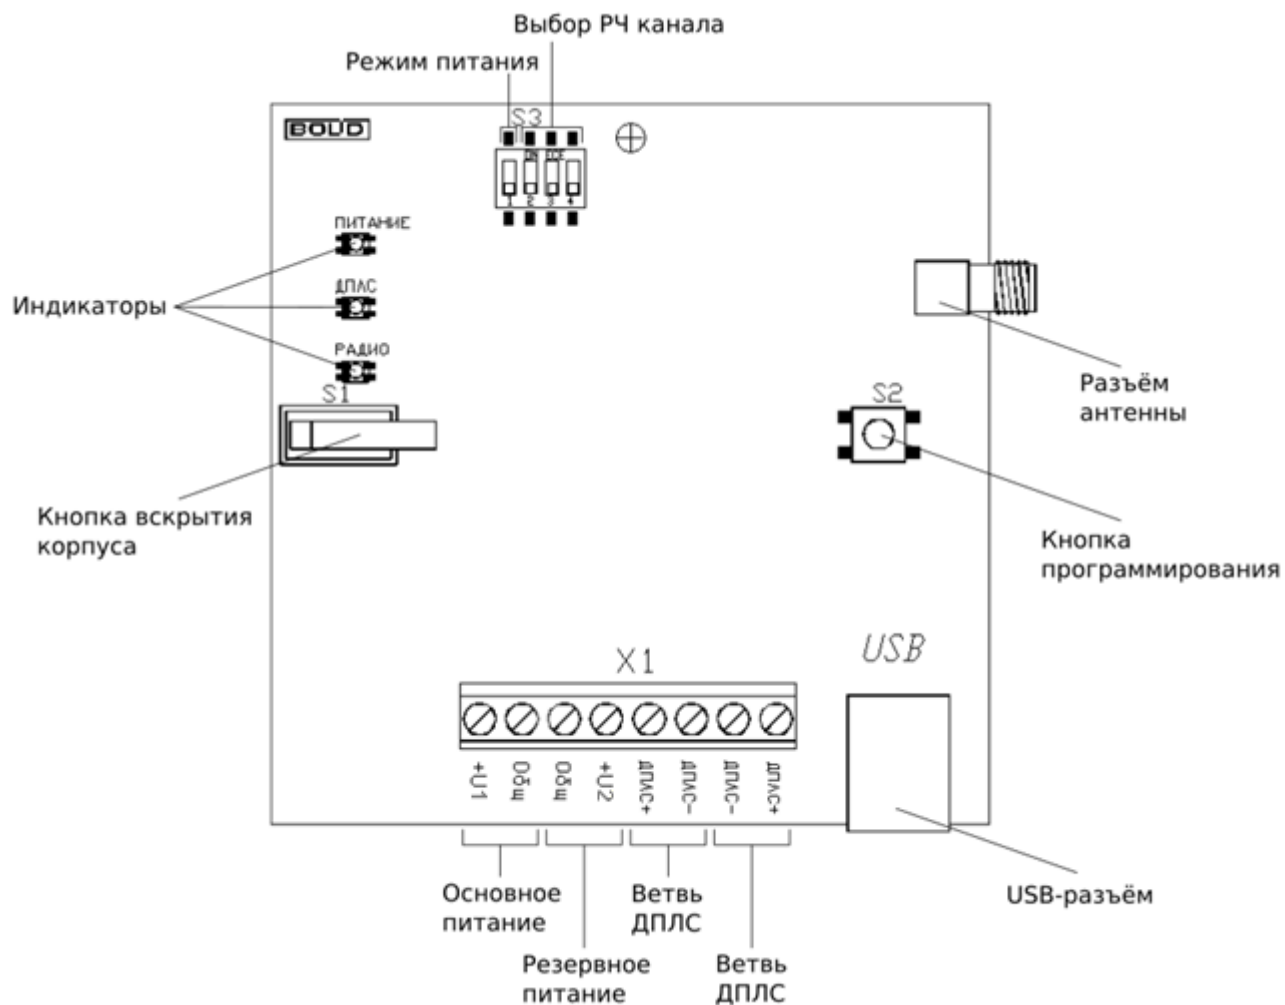

Рисунок 2.2 Расположение элементов на плате
На плате прибора располагаются клеммы проводных подключений и органы управления прибором (см. Рисунок 2.2):
Выбор режима питания осуществляется при помощи переключателя S3.1, расположенного на плате прибора (см. Рисунок 2.2). Значение положений переключателя приведено в Таблице 2.1.
В режиме питания от внешних источников, подключаемых к клеммам радиорасширителя (см. Рисунок 2.2), при штатной работе системы отсутствует потребление из сети ДПЛС. В данном режиме APP32 контролирует напряжение внешних источников питания, которое должно находиться в диапазоне от 9 до 28 В.
Выбор РЧ канала вручную осуществляется при помощи переключателей S3.2—S3.4, расположенных на плате прибора (см. Рисунок 2.2).
Процедура запускается посредством комбинации нажатий кнопки программирования S2 (см. Рисунок 2.2) «*двойное короткое – длинное*». Процедуру также можно запускать командой с ПК, при помощи программного средства «Конфигуратор C2000P» (см. Раздел 2.3.4).
При необходимости процедуру можно прервать, для этого следует произвести одновременное короткое нажатие на кнопку программирования S2 и кнопку вскрытия корпуса S1 (см. Рисунок 2.2).
- При открытом корпусе АРР32, на кнопке программирования **S2** (см. Рисунок 2.2) произвести комбинацию нажатий *«однократное короткое – длинное»*. Также управление режимом подключения доступно на ПК, при помощи программного средства «Конфигуратор С2000Р» (см. Раздел 2.3.4);